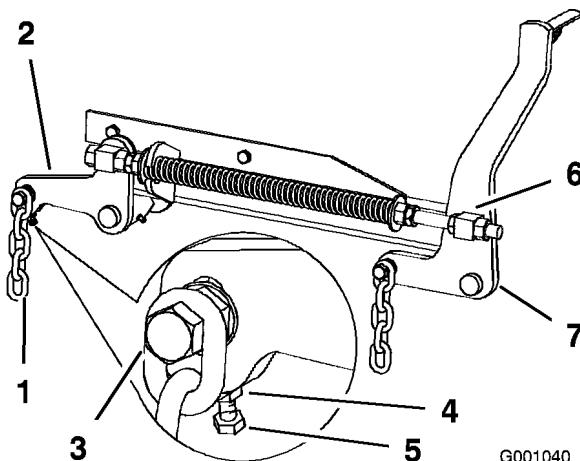

Figura 61
- Si las medidas realizadas en las posiciones **B** o **C** no son correctas, afloje el perno que fija la cadena trasera al brazo de soporte trasero (Figura 61).
- Afloje la contratuerca situada debajo del brazo de soporte trasero y ajuste el perno de ajuste hasta obtener una medida de 79 a 83 mm (Figura 61).
- Afloje las contratuercas de pivote delantero, en la parte delantera de los pivotes derecho e izquierdo, aproximadamente 13 mm (Figura 61).
- Ajuste las tuercas de elevación en el lado izquierdo y derecho de la máquina hasta obtener una distancia de 6 a 10 mm menos en la parte delantera en **A** que en la parte trasera, en **B** (Figura 61).